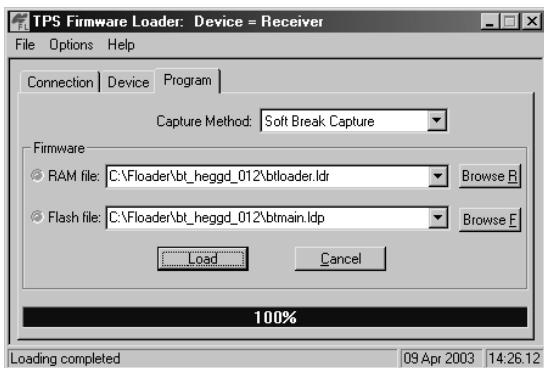

Figura 4-25. Carga Completa del Firmware de Bluetooth
5. Haga clic en **Load** y espere hasta el 100% de los archivos se carguen en su receptor (Figura 4-25).